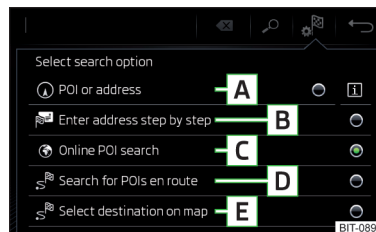

Fig. 208
Superficies funcionales » fig. 208
- Luego pulsar la superficie funcional de un punto del menú para la búsqueda del destino A, C o D » fig. 208 de la pág. 189.
- Luego pulsar la superficie funcional  → **E** » fig. 208 de la pág. 189.